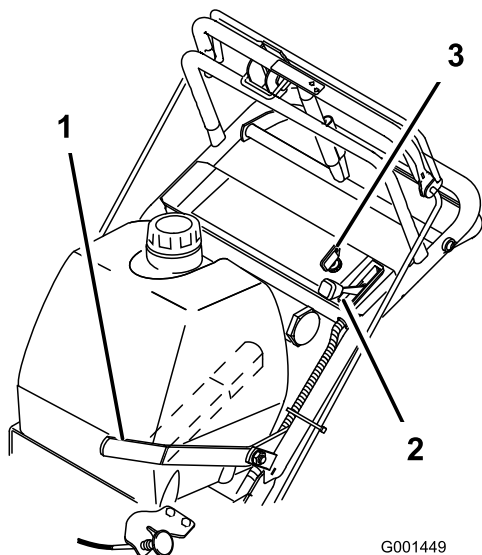

Figura 7
4. Gire la llave a la posición de MARCHA (Figura 7).
7. Accione el estérter si el motor está frío (Figura 7).
1. Mueva la palanca del acelerador a la posición de LENTO (Figura 7).
3. Gire la llave a la posición de DESCONECTADO (Figura 7).